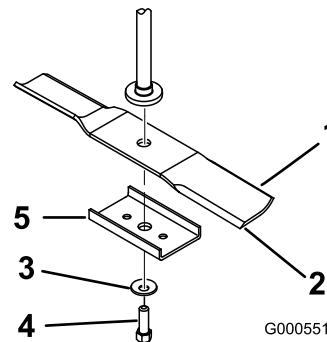

Figure 44
Tenez la lame à son extrémité avec un chiffon ou un gant épais. Enlevez de l'axe le boulon, la rondelle bombée, le renfort et la lame de l'axe (Figure 44).
1. Placez la lame sur l'axe (Figure 44).
2. Montez le renfort, la rondelle bombée (face concave vers la lame) et le boulon de lame (Figure 44).